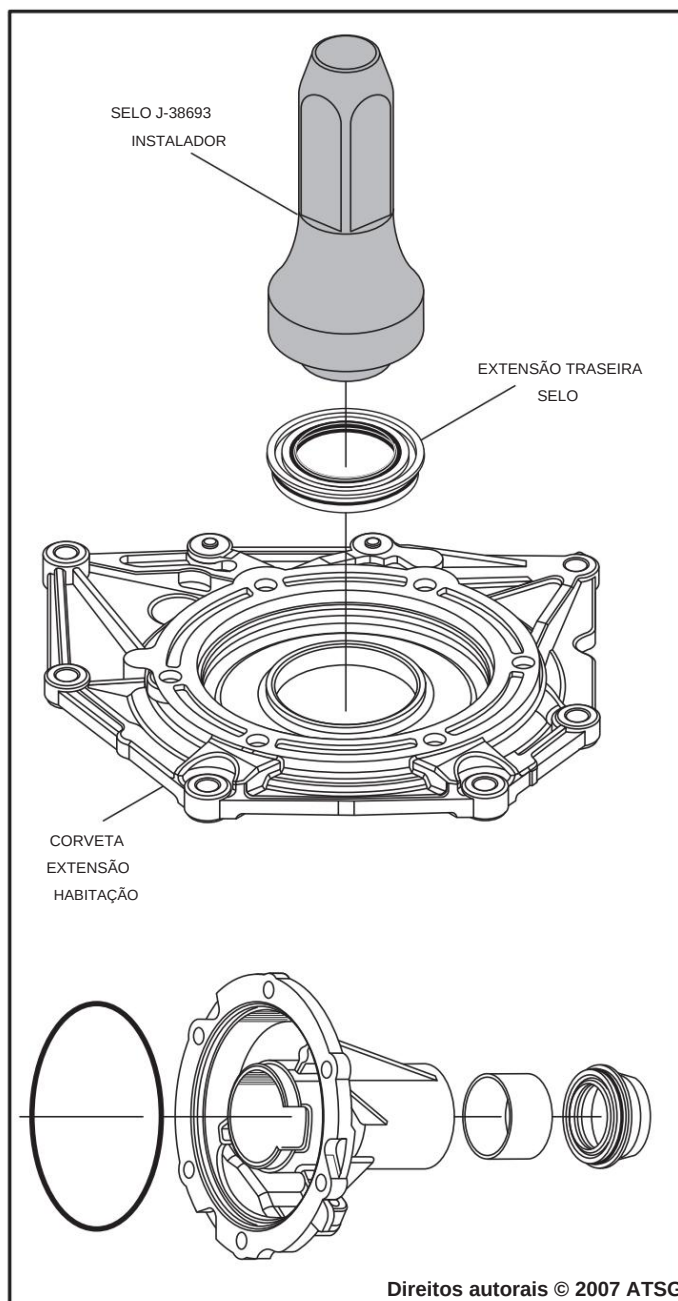

Figura 152
1. Instale uma nova vedação revestida de metal no alojamento de extensão, conforme mostrado na Figura 152, usando uma chave de vedação adequada.
**Nota: A versão Corvette é ilustrada, a versão 2WD também é mostrada na Figura 152.**